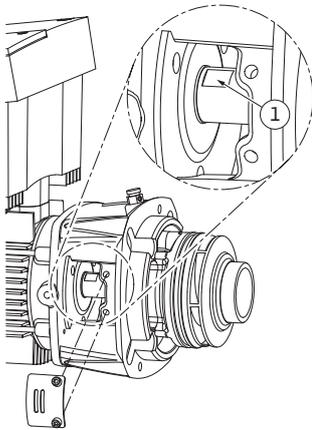

Fig. 54: Spianature per chiave sull'albero
24. Per il montaggio della girante introdurre nella finestra della lanterna una chiave fissa, apertura ottimale della chiave 22 mm, e tenere fermo l'albero dalle spianature per chiave (Fig. 54, pos. 1).